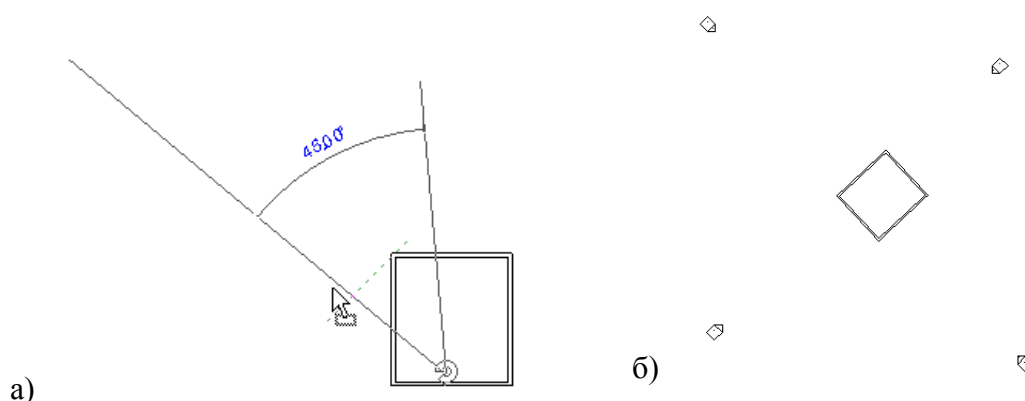

Рисунок 3.63. а) – поворот модели здания на плане, ориентированном по истинному северу; б) – вид в плане с моделью здания, ориентированной по истинному северу
- 4.1.1. Для установки угла поворота на панели параметров для параметра "Угол между условным и истинным севером" введите нужное значение. Например, если разность между условным севером (направлением вверх на виде) и истинным севером составляет 45 градусов, введите 45. Модель на виде поворачивается на указанный угол (рис. 3.63).